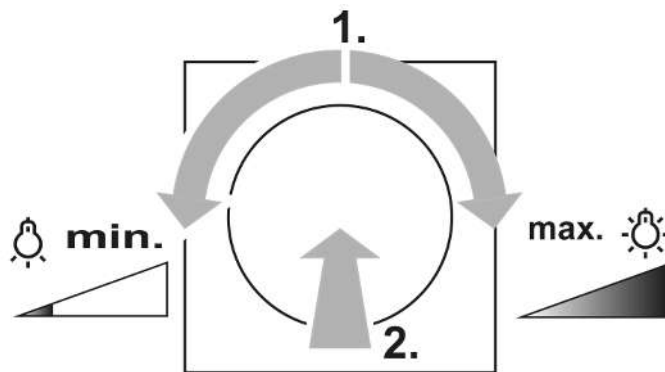

Bild 3: Einschalten mit minimaler oder maximaler Helligkeit
- Einstellknopf um eine viertel Drehung drehen, dann Einstellknopf kurz drücken: Licht schaltet mit minimaler Helligkeit oder maximaler Helligkeit ein (siehe Bild 3).